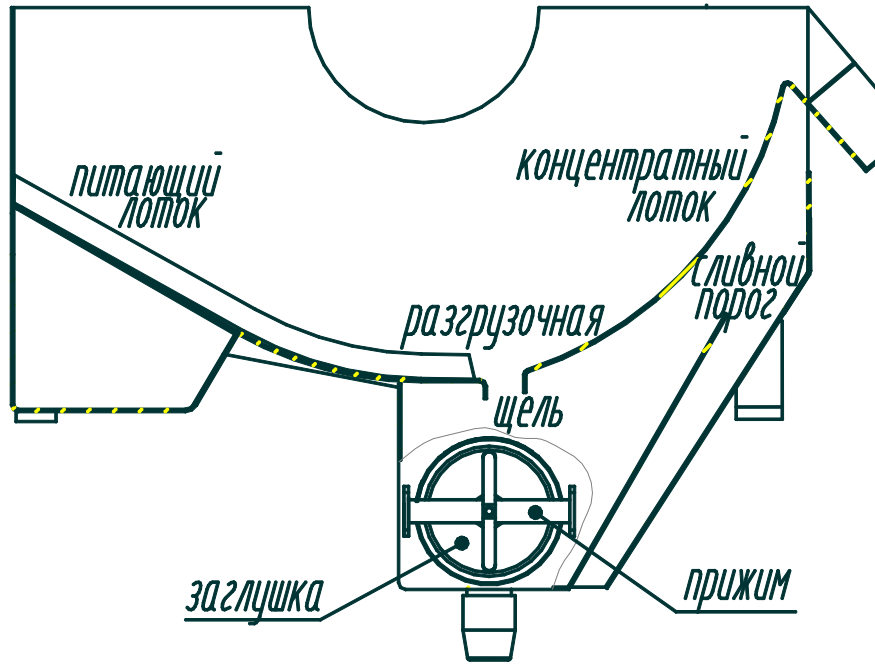

Рис.4. Ванна
5.1.4. Ванна (см. рис. 4 и 5) представляет собой сварной короб из немагнитной стали. Дно ванны образовано двумя лотками питающим “б” и разгрузочным (концентратным) – “в”, образующими под барабаном разгрузочную щель – “а”.
5.2.5. Немагнитные частицы проваливаются через щель – “а” (см. рис. 4,5) на дне ванны в хвостовую полость, где крупная, тяжелая фракция оседает на дно полости и разгружается через отверстия насадок. Мелкая, легкая фракция немагнитного продукта (слив) вместе с водой переливается через сливной порог – “г” и по сливному карману – “д” выливается из ванны.